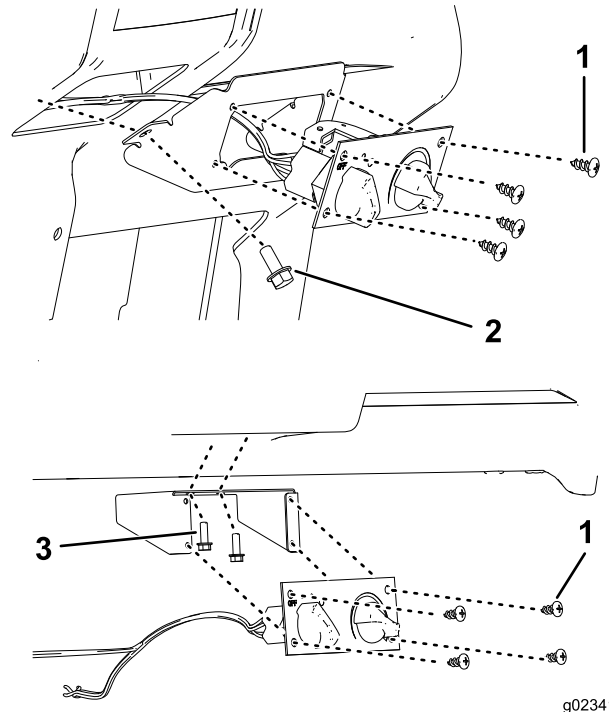

Figura 5
4. Sujete el panel de control del calentador a su soporte usando 4 tornillos para chapa (Figura 5).
5. Conecte el cable de control del calentador y el conector del arnés de cables negro al control del calentador y el conector del arnés de cables blanco al calentador (Figura 5).
7. Sujételo usando 4 pernos con arandela prensada (5/16" x 3/4") en la parte delantera del soporte de control del calentador y 2 pernos (5/16" para los modelos HD) en el lateral del soporte o 2 pernos (1/4" para los vehículos MD) en el interior de la parte superior del soporte, dependiendo del modelo que tenga (Figura 5).